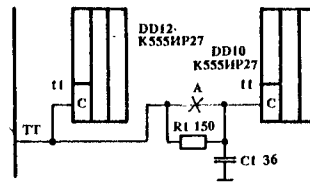

Рис. 2
2. Даже при беглом анализе схемы "Балтик" видно, что атрибуты цвета попадают на видеомультимплексоры раньше, чем биты точек. Это связано с тем, что запись байта изображения и байта его атрибутов в регистры DD12 и DD10 происходит одновременно, но на видеомультимплексоры второй попадает сразу же, а первый — проходя через ряд микросхем (DD19, DD25, DD31), которые ощутимо задерживают его. Самый простой способ устранения этого недостатка — задержать тактовый импульс записи в регистр DD10. Для этого можно установить RC-цепочку (рис.2), предвари-